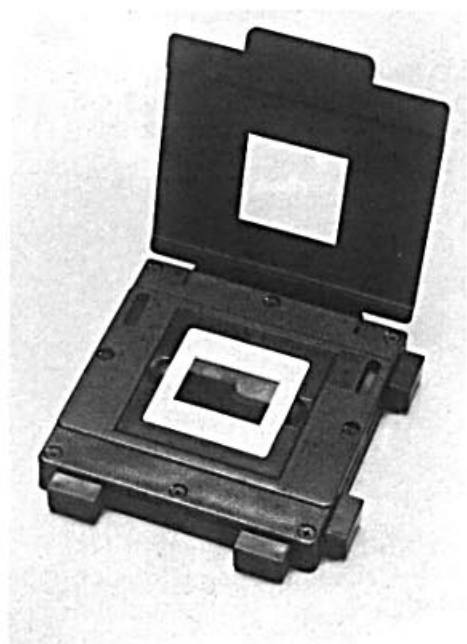

Bild 9
- 4371 Buchbildbühne für Dias 24x36 mm mit Einlegemulde im Dia-Außenformat 5x5 cm (Bild 9).